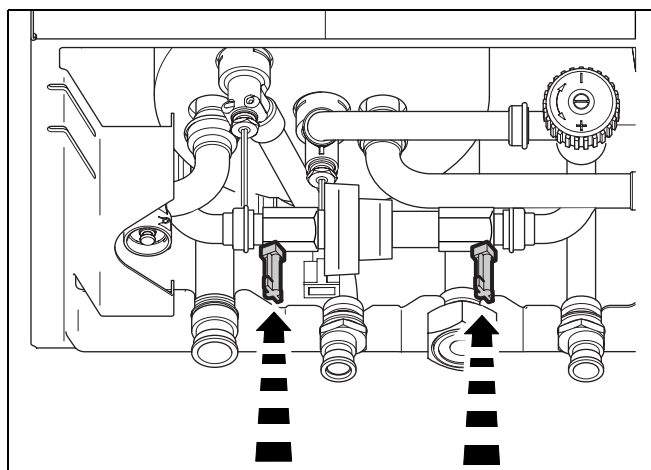

Fig. 4 Rubinetti del disconnettore (disponibile solamente con apparecchi Combi Logamax plus GB132-24K)
- Aprire entrambi i rubinetti del disconnettore (fig. 4) e riempire l'impianto fino ad ottenere una pressione da 1,5 bar.